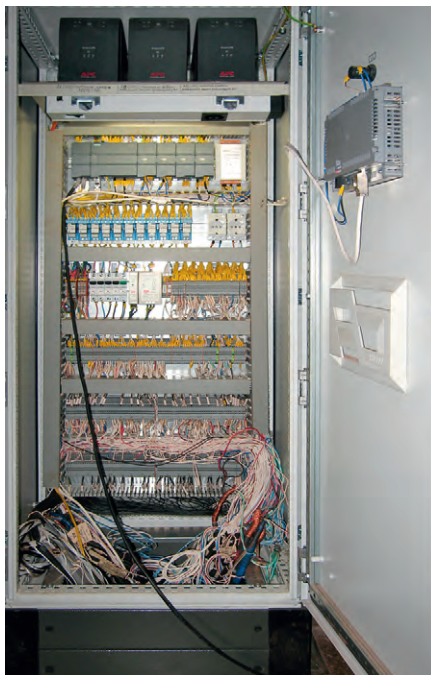

Рис. 9. Блок БКУРС.2
- БКУРС.2, реализующий резервную систему контроля и управления ШПУ совместно с имеющимися на ШПУ шахты или рудника средствами автоматики, не выработавшими технический ресурс (рис. 9).